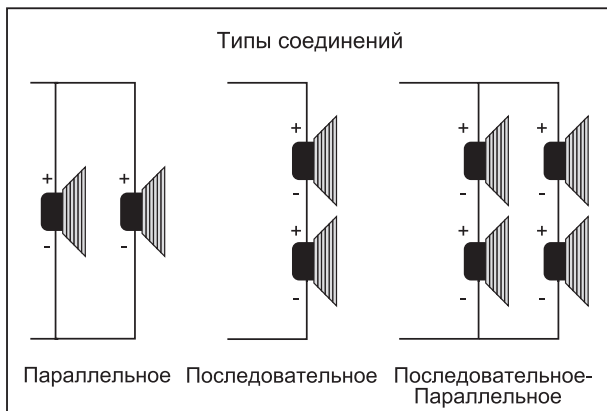

Рис. 4.1: Графическое представление различных типов соединений
**❗ См. также рис. 4.1 и 4.2.**